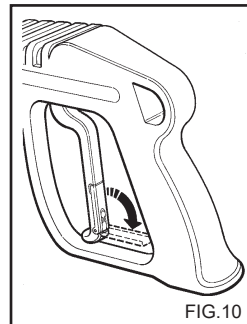

FIG. 10
- Quando l'idropulitrice non viene utilizzata chiudere il dispositivo di sicurezza dell'impugnatura.(fig.10)